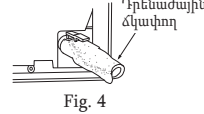

Fig. 4
- 5) Ամբողջությամբ մտցրե՛ք դրենաժային ձկափողը դրենաժային տակդիրի մեջ ներքին բլուկի ետնամասի աջ հատվածում: (Fig. 4)
- 6) Ամրացրե՛ք դրենաժային ձկափողը պատի անցքի ակնոցին (C) և ամրացրե՛ք ներքին բլուկի վերևի հատվածը մոնտաժային հենարանի վրա (1): Այնուհետև, լիարժեք շարժե՛ք ներքին բլուկը դեպի ձախ, որպեսզի բլուկի ետևի մասում գտնվող խողովակները հեշտությամբ տեղավորվեն: